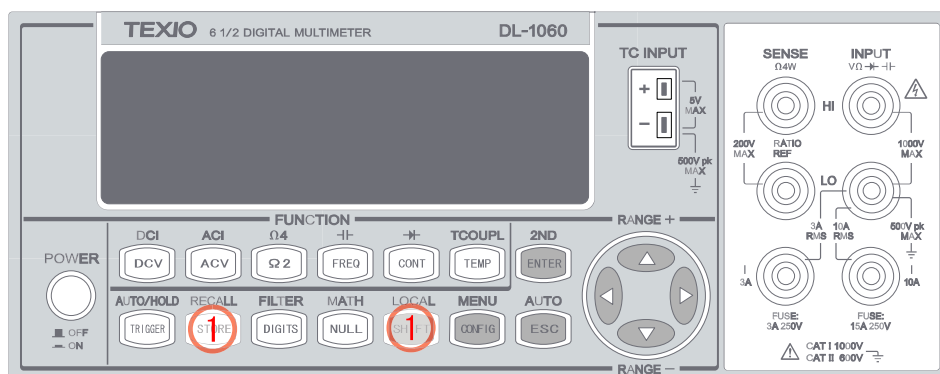

図 3-33
- ① SHIFT+STORE ボタンを押すと、保存された測定値の最初の値が表示されます。◀・▶ボタンで最初の値から最後の値へと表示を変えることができます。使用するボタンを図 3-33 に示します。